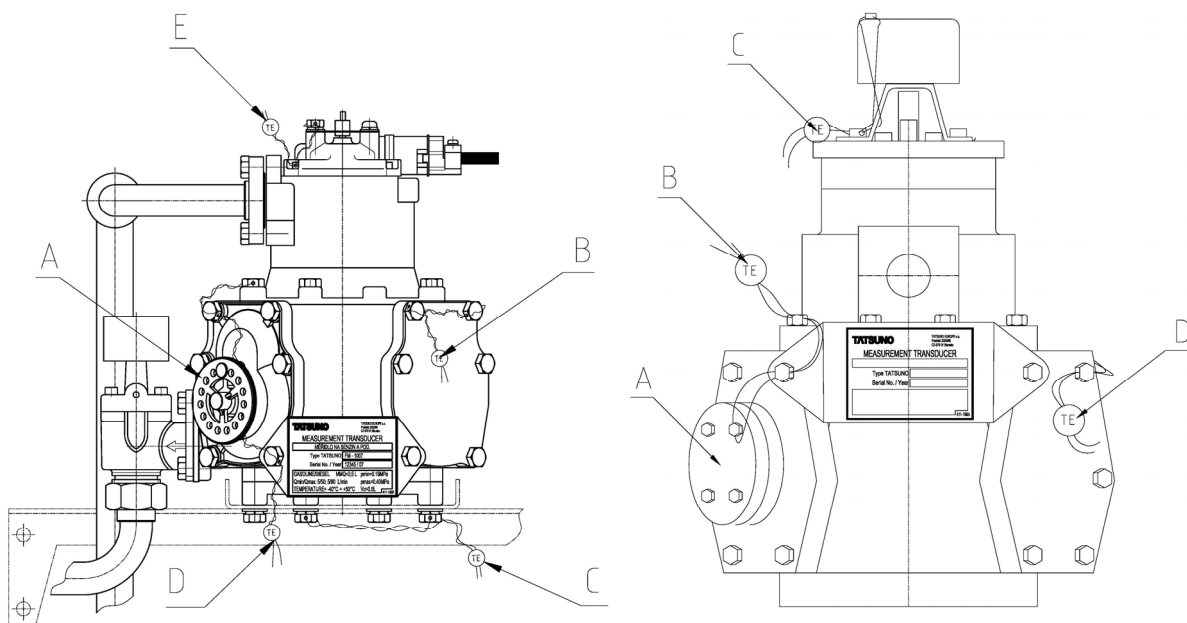

Figura 95 – Misuratore a pistoni carburante (tipo FM-1007) e GPL (tipo MP-02524 e FM-1029), A=ruota calibrazione
- 4) Al termine della taratura del misuratore, la ruota di calibrazione viene fissata e il misuratore viene dotato dei sigilli (vedi Figura 95, posizione B, C, D, E).